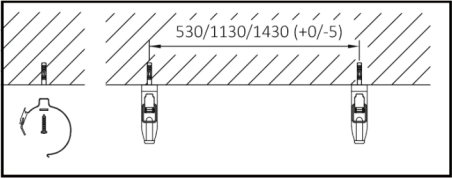

Рис. 1
- 5.11 Наметьте и просверлите отверстия для каждой монтажной скобы на поверхности стены или потолка по месту установки в соответствии с перфорацией монтажной скобы (рис. 1).